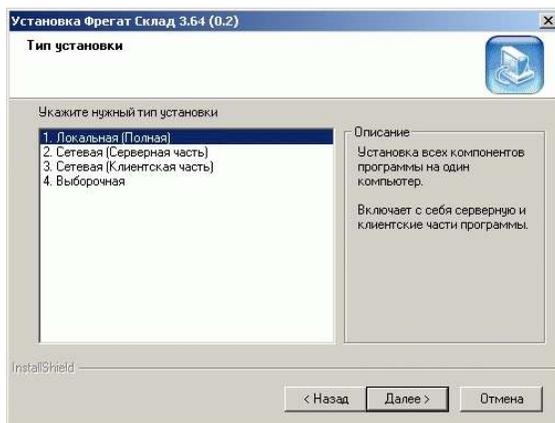

Рис. 1.3. Выбор типа установки
- ▶ Ознакомиться с лицензионным соглашением и нажать кнопку [Да] для продолжения установки. На экране появится окно выбора типа установки (см. Рис. 1.3).